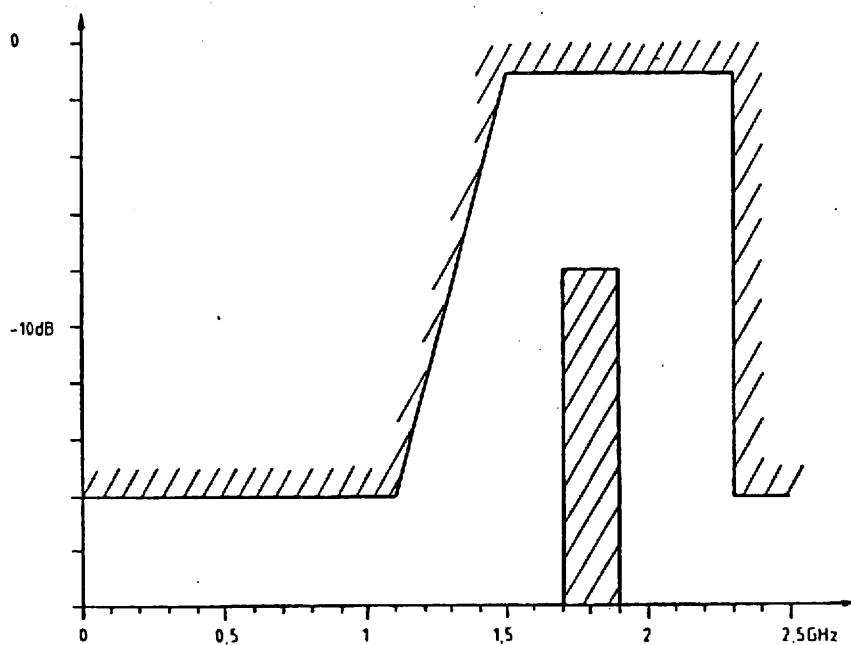

Bild 5-3 Pegeltoleranzschema für die Auskopplung zur Synchronisation bei eingeschaltetem Bandpaß
- -15 V über 1,27 k Ω anlegen, Pegel siehe Bild 5-3